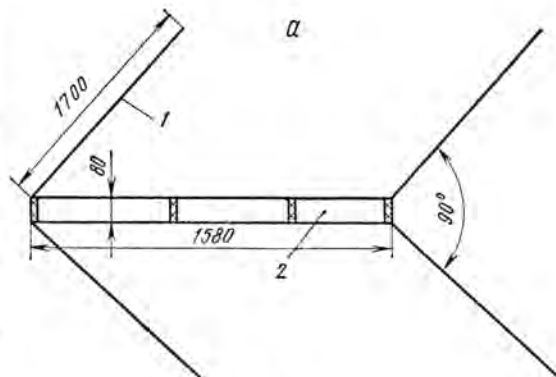

Рис. 9
**Антенна на несколько диапазонов.** Бывают обстоятельства, когда установить более одной антенны не удастся. Но ведь кроме антенны для радиостанции часто нужна и телевизионная! Тогда выход из положения — УКВ антенна на несколько диапазонов. Один из вариантов такой антенны приведен на рис. 9, а (вид сверху) и 9, б (аксонометрическая проекция). Она может быть успешно использована в диапазонах от 50 до 220 МГц. Коэффициент усиления антенны на частоте 50 МГц — 7 дБ, 144 МГц — 12 дБ, а на 220 МГц — даже 13,5 дБ. Эта антенна — двухэтажная. На частоте 50 МГц на каждом этаже работают по два уголкового вибратора 1, расположенных на расстоянии  $\lambda/4$ . На частоте 144 МГц их длина равна примерно  $3/4\lambda$  и поэтому получается уже V-образная антенна. На частоте 220 МГц вибраторы имеют длину  $5/4\lambda$ .